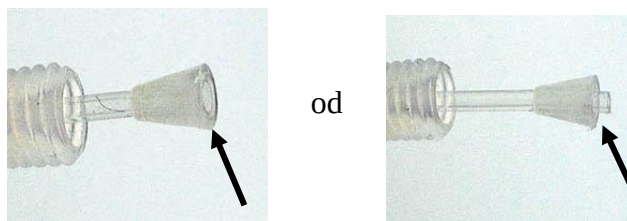

Abb. 10: Anschluss des Abfluss- oder Probeneinlasses an das Fraktionierventil
2. Verwenden Sie die PTFE-Schraube und die Schneidringverbindung, um das andere Ende an den Probeneinlass des Fraktionierventils zu koppeln (→ Abb. 10).
4. Schieben Sie die PTFE-Mutter und danach den PTFE-Schneidring auf das andere Ende der PEEK-Kapillare (→ Abb. 10).